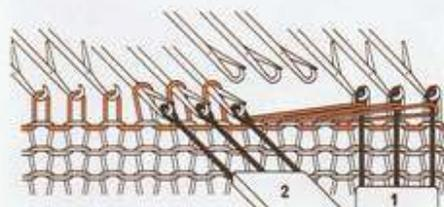

Fig. 84
2) Introduire les chas du 1^{er} poinçon dans les crochets des 3 aiguilles. Tirer les aiguilles pour faire passer les mailles derrière les clapets, les repousser ensuite pour recueillir les 3 mailles sur les 3 branches du poinçon. Déplacer ce poinçon, vers la droite et en accrocher les chas dans les crochets des 3 aiguilles suivantes. Ne pas faire passer les mailles recueillies sur ce poinçon dans les crochets des aiguilles. Lacher ce poinçon et le laisser pendre le long du tricot. Ensuite recueillir les 3 autres mailles de la torsade sur les 3 branches du 2^e poinçon (fig. 84).